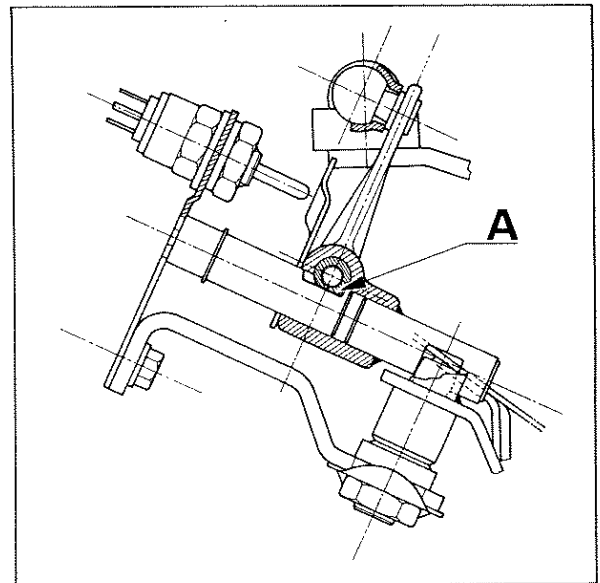

Fig. 6
- Pour obtenir une bonne répartition de la sélection, s'assurer de l'appui correct de la clavette (A) sur le flanc du méplat (Fig. 6).